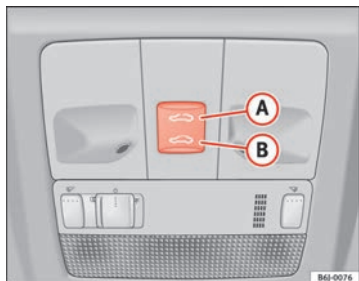

Abb. 51 Panorama-
- Wird der Taster **B** ⇒ Abb. 51 ⇒  betätigt und gedrückt gehalten, führt das Dach die Schließbewegung aus, bis der Taster wieder losgelassen wird.